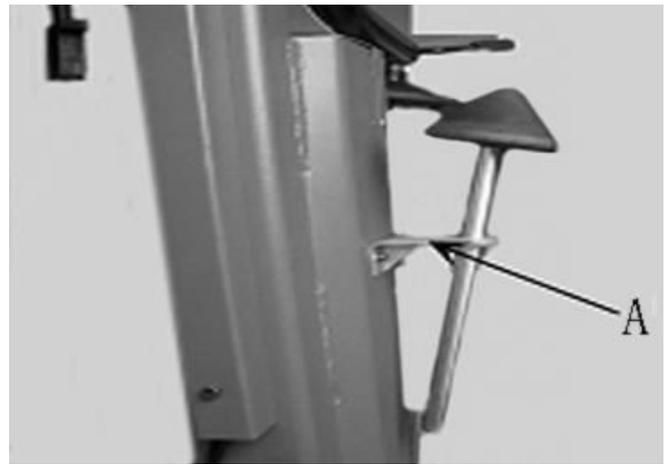

図 7-9
7.1.9 図 7-9 の通り、コーンサポートを本体ブラケットに固定し、プレスコーンを挿入します。